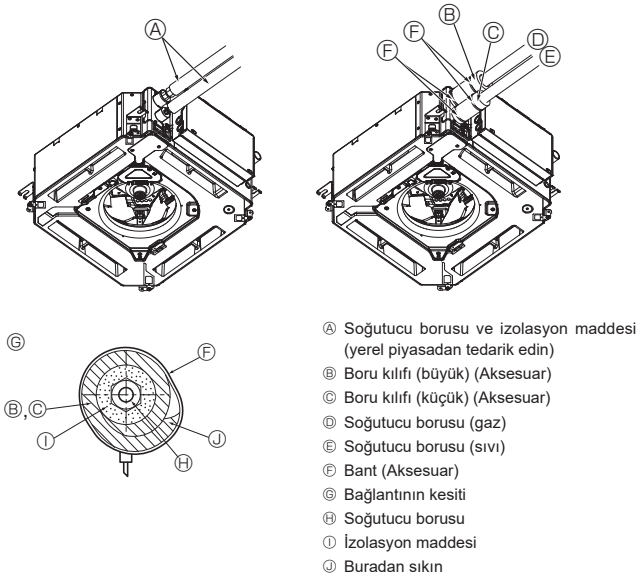

Fig. 5-8
5.5. Boru bağlantısı (Fig. 5-8)